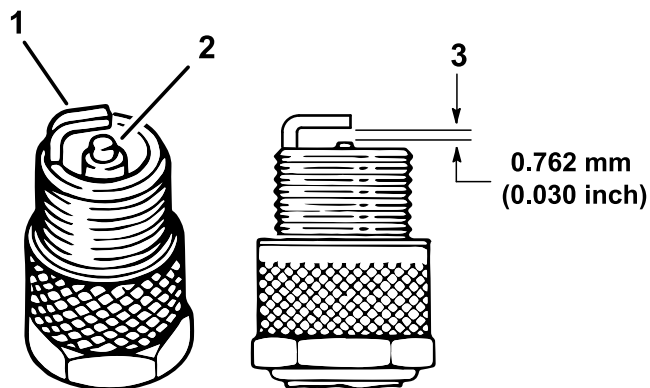

Figura 43
- Controllate le condizioni degli elettrodi laterale e centrale, e dell'isolatore dell'elettrodo centrale, per accertare che non siano danneggiati (Figura 43).
- Impostate la distanza tra il centro e il lato degli elettrodi a 0,76 mm, come illustrato nella Figura 43.